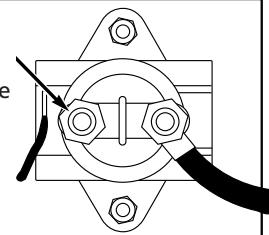

Figura 2 - Solenoide del arrancador
3. Conecte el cable positivo (rojo) de la batería al terminal izquierdo y colóquela la tuerca de 6,4 mm. Despues de apretarla con la mano, déle otra vuelta completa (Vea la Figura 2).